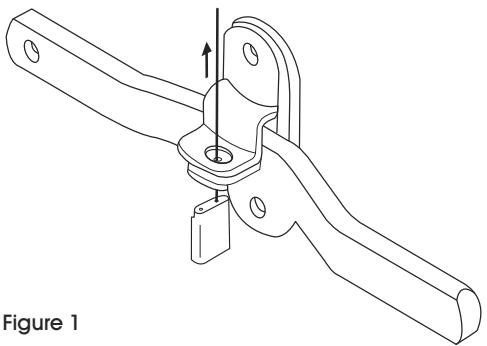

Figure 1
3. Insérez cette longue extrémité de câble à travers le moraillon. (Voir Figure 1)